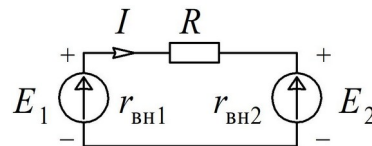

Рис. 2.
**Задача 2.** В схеме (рис. 2) ЭДС  $E_1 = 20$  В,  $E_2 = 10$  В, сопротивления  $r_{вн1} = 0,5$  Ом,  $r_{вн2} = 1,5$  Ом,  $R = 18$  Ом. Определять величину и направление тока в цепи, и режим работы источников энергии.